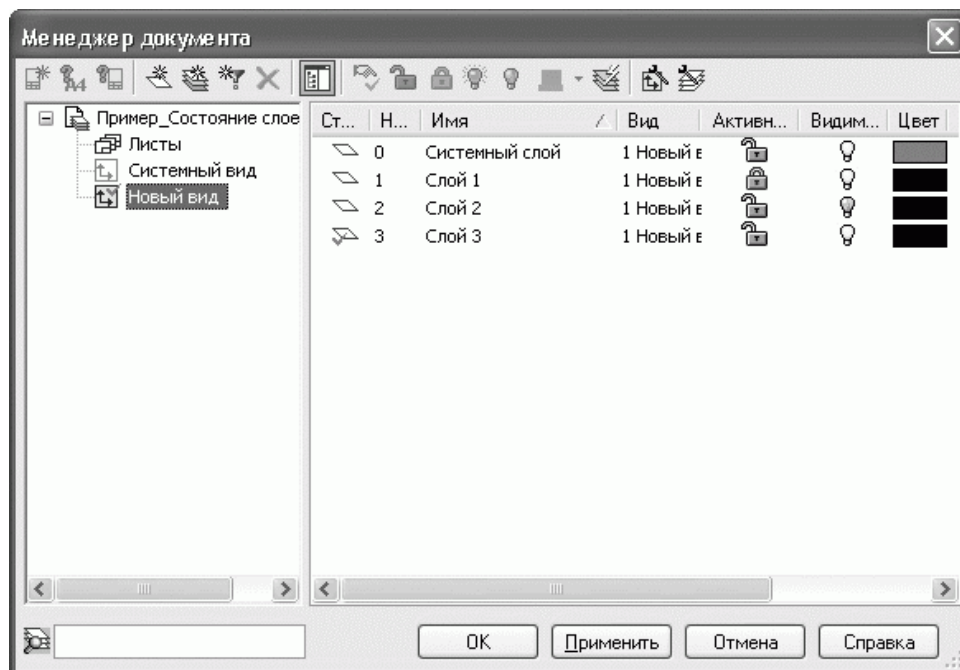

Рис. 2.71. Изменения состояния слоев
4) четвертый слой оставьте без изменений и, если он не текущий, сделайте его текущим. Для этого достаточно щелкнуть на значке в колонке Статус. Текущий слой отмечается красным флажком (рис. 2.71).